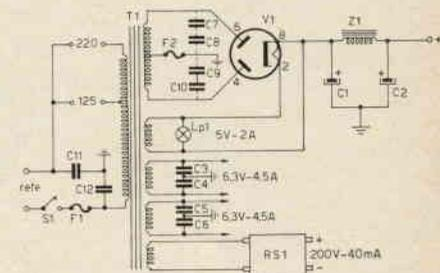

Figura 3 - Schema elettrico dell'alimentatore del « Proteus maior »
Osserviamo ora lo schema di quello che sarà il nostro alimentatore (figura 3) e notiamo subito che la capacità di C1 è piuttosto elevata (32 µF 500 V.L.) e ciò poiché questo condensatore deve avere una capacità tale da non scaricarsi pressoché completamente durante un semiperiodo della tensione di rete. In pratica si ottiene ciò adottando una capacità sufficientemente elevata in grado di mantenere la carica per parecchi semiperiodi; inoltre una capacità piuttosto elevata consente una diminuzione della tensione di ronzio (1) e un aumento trascurabile della tensione di uscita Vo. Naturalmente negli intervalli di tempo in cui la tensione V2 ai capi di C1 è maggiore del valore istantaneo V1' o V1'' nessuna corrente scorre nei diodi. In tali intervalli, poiché C1 si scarica continuamente attraverso il carico R la tensione V2 diminuisce leggermente finché V1' (o V1'') non diventa maggiore di V2, allora uno dei due diodi diviene conduttore e la corrente che passa ricarica così C1 mentre la tensione V2 risale di nuovo al suo valore primitivo. Allorché V2 ha raggiunto nuovamente il suo valore, il diodo cessa di condurre, e il ciclo si ripete.
L'alimentazione del preamplificatore (figura 6) può essere prelevata dal punto contrassegnato con ATF nello schema dell'amplificatore, oppure prelevato da RS1 (figura 3), nel primo caso RS1 può essere omesso. Io ho alimentato il preamplificatore da ATF, tuttavia ho previsto questa seconda forma di alimentazione, poiché spesso può essere comodo disporre unicamente del preamplificatore. La cella C11-C12-R16 del preamplificatore lo disaccoppieranno sufficientemente dagli stadi precedenti.